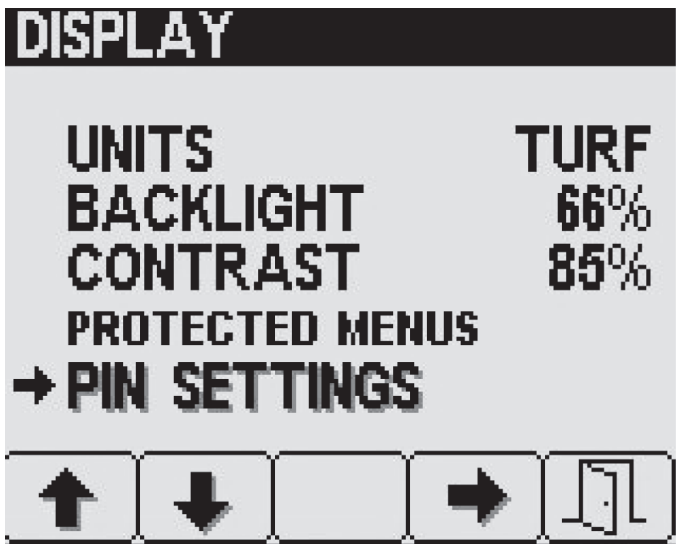

Figura 23
1. Prima os botões 1 ou 2 no ECRÃ para navegar para a opção DEFINIÇÕES DO PIN (Figura 23).
- Prima o botão 4 para selecionar o submenu DEFINIÇÕES DO PIN (Figura 23).